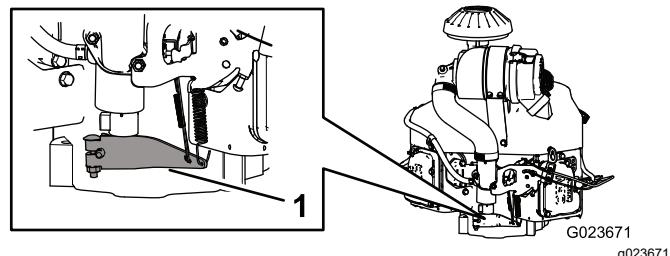

Figura 65
3. Empuje hacia abajo el extremo del muelle del brazo del regulador (Figura 65).